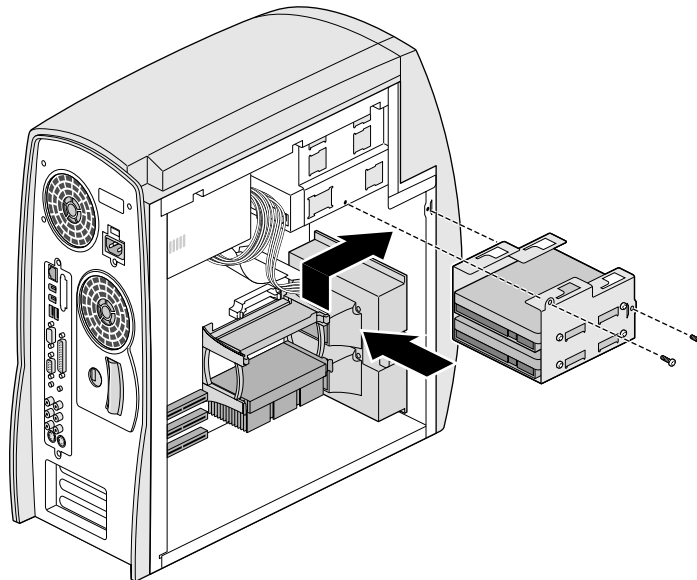

図 4-13 内蔵ハードディスクドライブブラケットの取り付け
11. ドライブスロットにブラケットを取り付けます (図 4-13)。